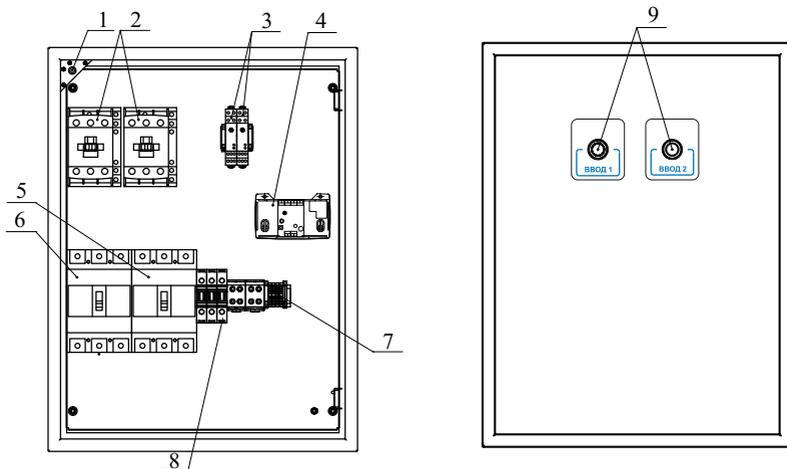

Рисунок 1
5.2 ШУР конструктивно выполнен в прямоугольном металлическом корпусе (рисунок 1), внутри которого размещены: